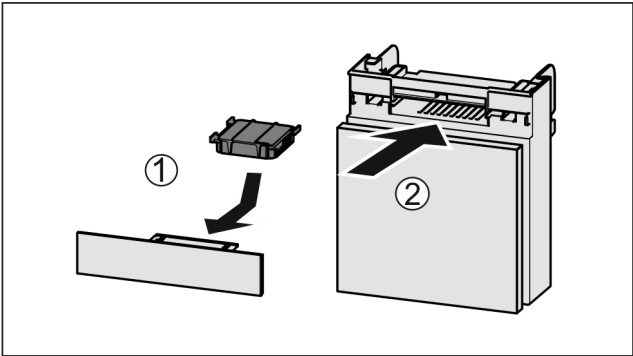

Fig. 144
- ▶ 按图装入 Fig. 144 (1)活性炭过滤器。
- ▶ 推入 Fig. 144 (2)抽屉。